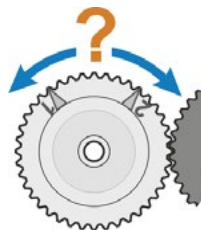

Fig. 7: Observer omdrejningsretningen
- kun ved signalgear: på centralhjulets omdrejningsretning (fig. 7). Dette er vigtigt for betjeningsstrin 10!